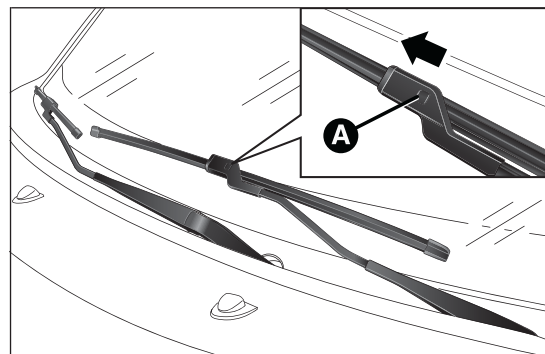

fig. 204
- soulever le bras de l'essuie-glace, appuyer sur la languette A fig. 204 du ressort de fixation et extraire le balai hors du bras ;